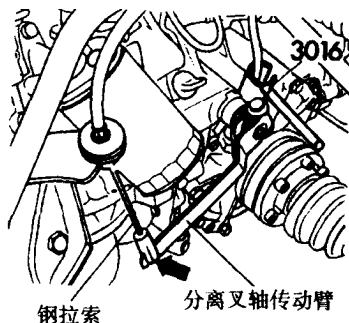

图 1-18 拆下传动钢拉索及分离叉轴传动臂
①拆下离合器传动钢拉索，从分离叉轴上拆下分离叉轴传动臂，如图 1-18 所示。